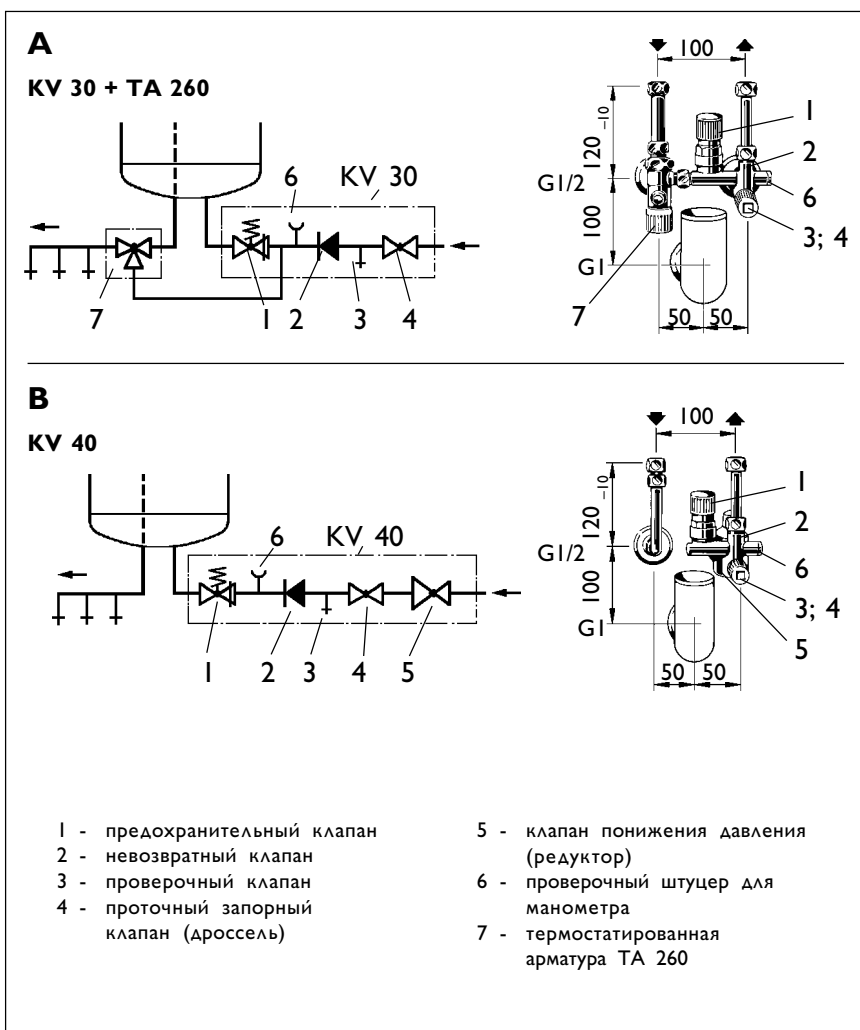

рис. 7
- Открыть влево в направлении "Pruefen" вращающийся колпачок предохранительного клапана (см. рис.7, поз.6).